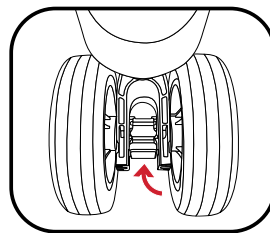

Fig 4
6. Poussez le levier de déverrouillage rapide jusqu'à ce qu'il soit bien enclenché (fig. 4)